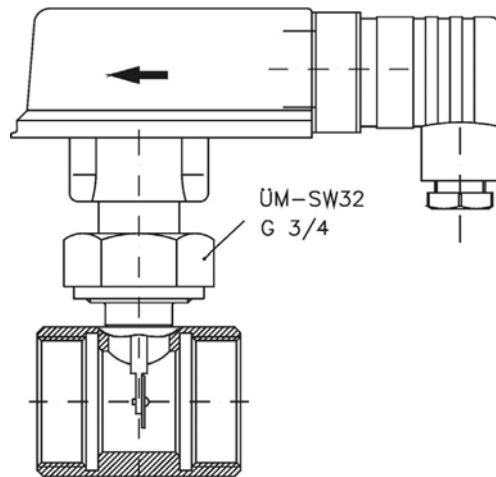

Abb. 5
- ↖ Strömungsschalter, die optional mit Kupfer-Rohrstück (Abb. 5) ausgestattet sind, müssen Sie mit der Rohrleitung verlöten. Während des Lötens ist der Strömungsschalter (Körper mit Paddelsystem) und der O-Ring vom Rohrstück zu demontieren, um eine Überhitzung zu vermeiden.